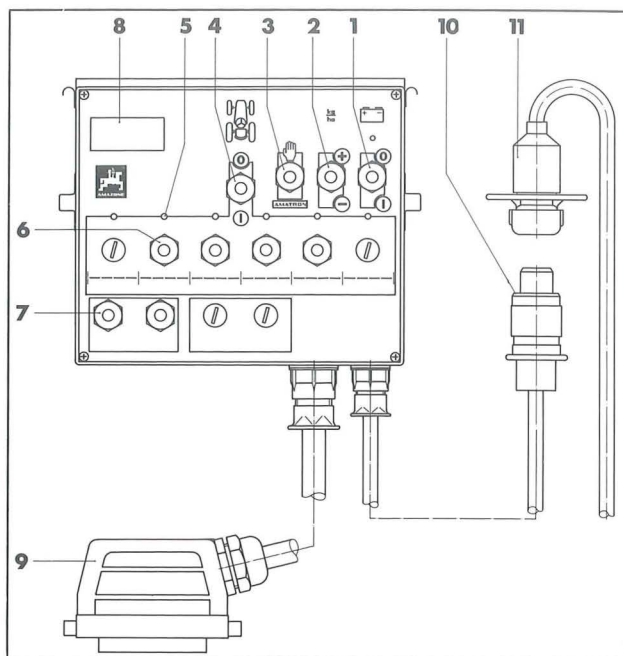

Fig.8
4.7.5 Anslutning SKJ 3 (manöverpanel JET) (fig. 8)
Den elektriska fjärrmanöverpanelen är separat förpackad och ansluts till maskinen med en flerpolskontakt (fig 8/9). För strömförsörjningen ska den medlevererade anslutningskabeln anslutas direkt till traktorns batteri (12 V), blå till jord (-) och brun till (+). Stickkontakten (fig 8/10) ansluts i uttaget (fig 8/11).
Funktionsbeskrivning av de enskilda kontakterna (fig 8)